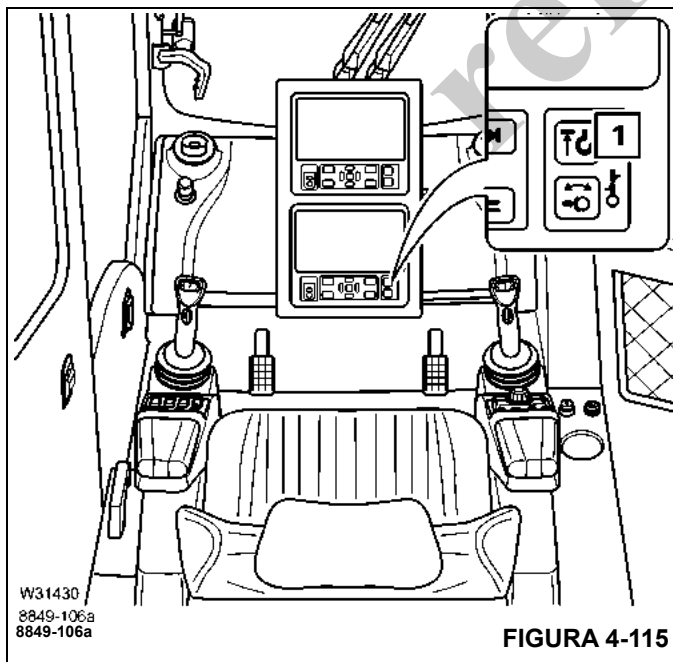

FIGURA 4-115
Si el interruptor de prevención del contacto entre bloques se acciona ahora, el movimiento de la grúa se detiene una vez y la luz (1), (Figura 4-115), destella.
- La luz (1), (Figura 4-115), se apaga cuando suelta el botón (se retira la anulación)